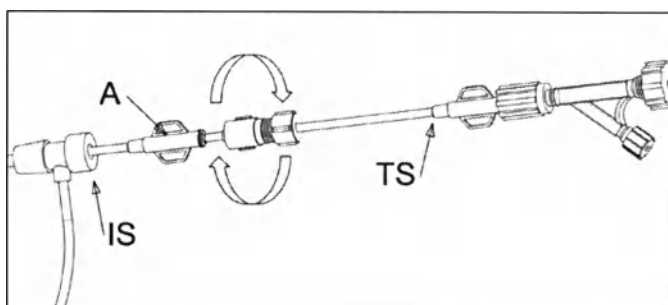

Fig. 14
- Подсоедините транспортировочный интродьюсер (TS) к переходнику (A) (рис. 14).